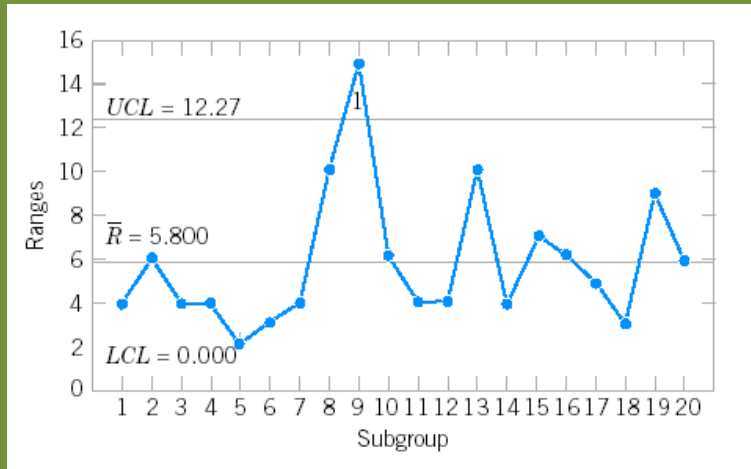

Figura 6.5: Gráfico de control R.
- El gráfico de control R lo podemos ver en la Figura 6.5.